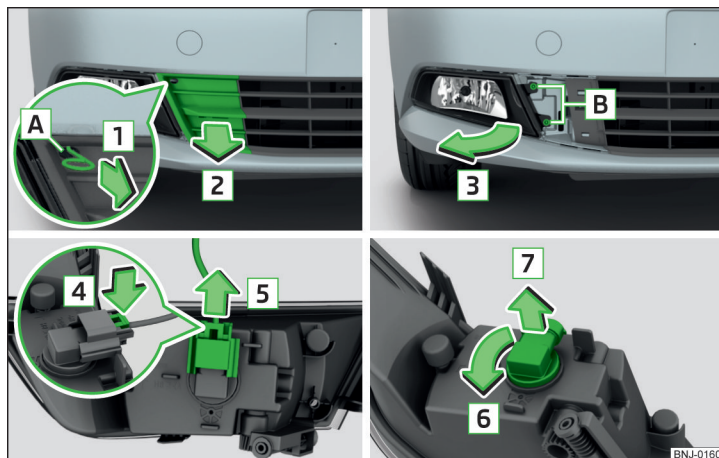

Рис. 215 Демонтаж протитуманної фари/заміна лампи розжарювання протитуманної фари
- Потягніть за гачок у напрямку стрілки [1], щоб зняти захисну решітку в напрямку стрілки [2] » Рис. 215.
- Натисніть фіксатор у напрямку стрілки [4] » Рис. 215.
- Вставте протитуманну фару проти напрямку стрілки [3] » Рис. 215 і прикрутіть її гвинтами.